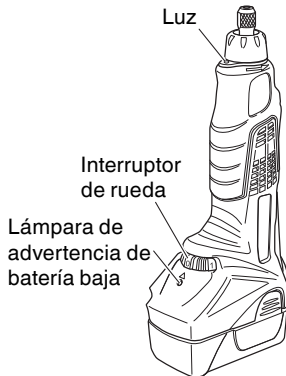

Fig. 3
1. Lámpara de advertencia de batería baja (Fig. 3)